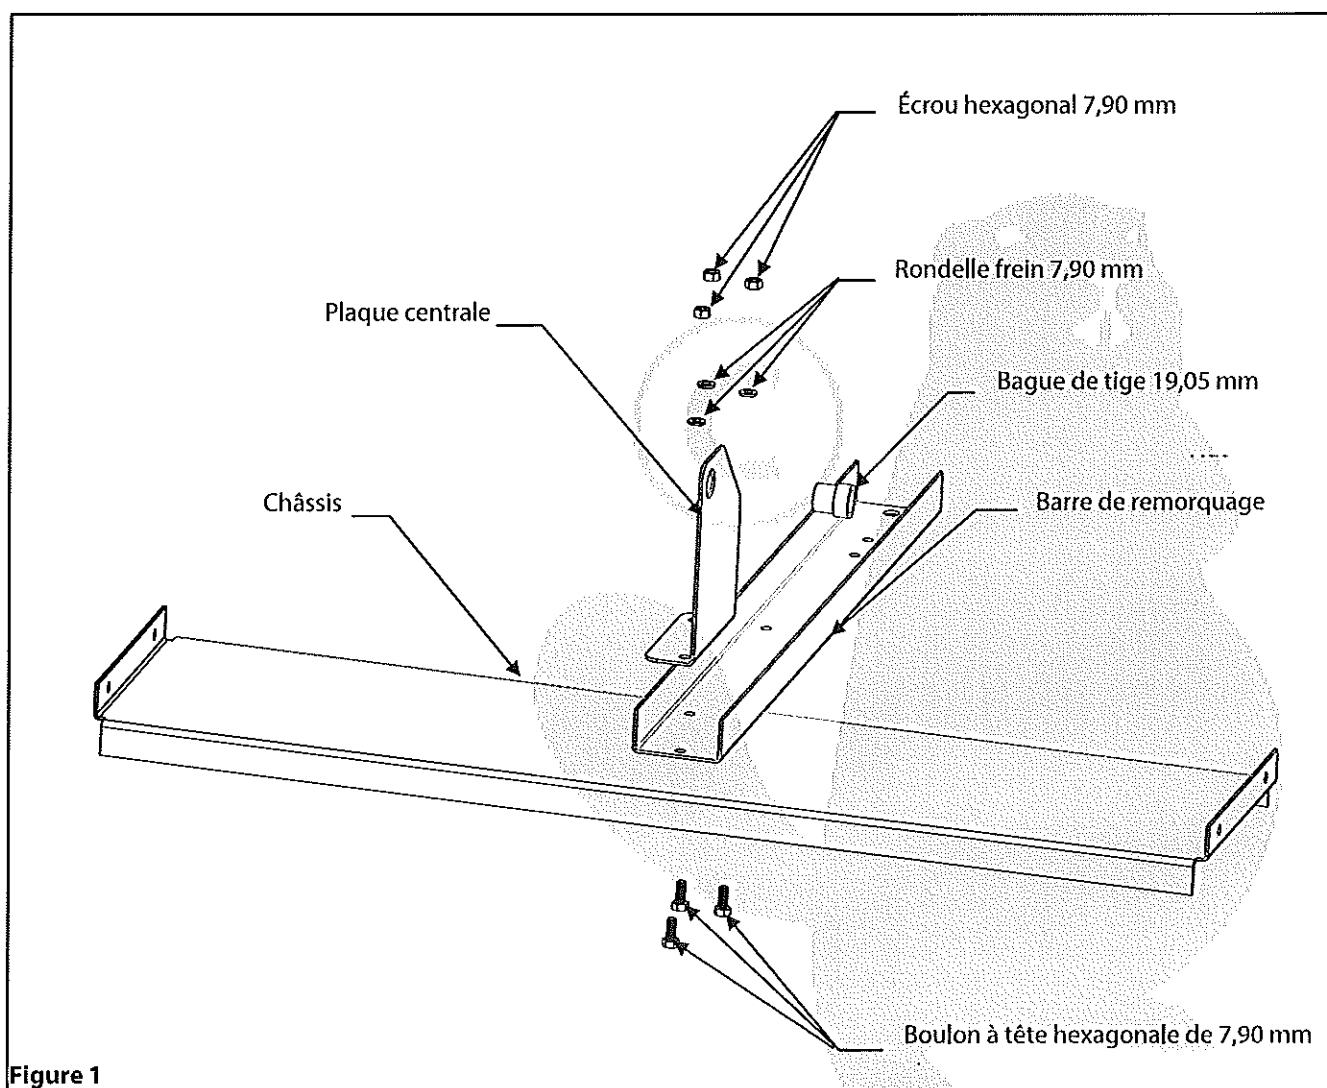

Figure 1
1. Placez le châssis sur une surface plate. Insérez un boulon à tête hexagonale de 7,90 x 19,05 mm dans le trou supérieur droit. Ensuite, insérez le boulon dans l'orifice correspondant de la barre de remorquage. Placez une rondelle frein de 7,90 mm sur le boulon et bloquez avec un écrou hexagonal de 7,90 mm. Ensuite, alignez la plaque centrale avec les deux orifices restants. Insérez des boulons à tête hexagonale de 7,90 x 19,05 mm à travers les trous du châssis et dans les orifices correspondants de la barre de remorquage et de la plaque centrale. Placez une rondelle frein de 7,90 mm sur chaque boulon et bloquez avec des écrous hexagonaux de 7,90 mm. Insérez une bague de tige de 19,05 mm dans la plaque centrale. Voir Figure 1.